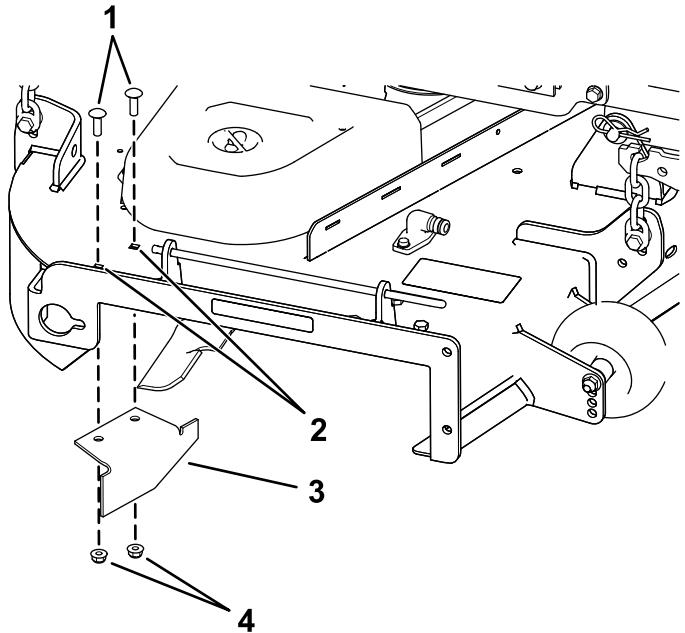

Figura 20
14. Localize o abafador de corte no saco das peças soltas, retire as fixações nos furos posteriores da placa de descarga e instale o abafador na abertura de descarga lateral na plataforma do cortador (Figura 20).